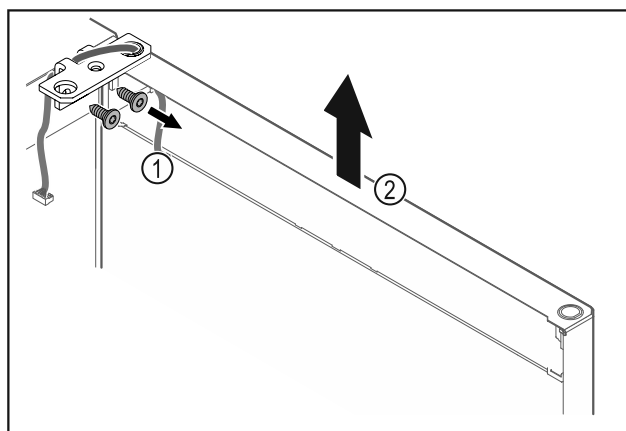

Fig. 22
- ▶ Kruvige šarniirnergik Fig. 22 (1) maha.
- ▶ Tõstke ust koos šarniirnergikuga Fig. 22 (2) umbes 200 mm otse ülespoole ja võtke maha.